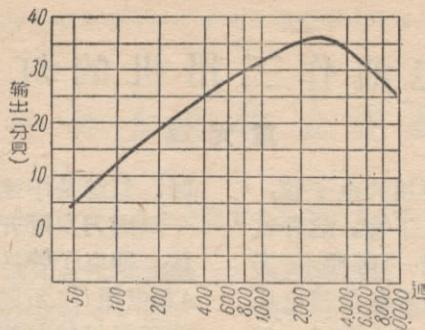
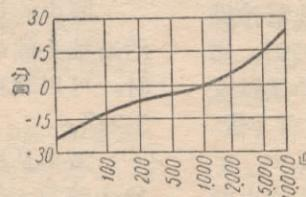
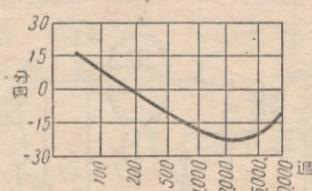

图5 未校正的录音、放音系统频率特性曲线
图6 录音放大器的频率特性曲线
图7 放音放大器的频率特性曲线
在录音放大器和放音放大器上加校正线路来补偿各种频率的不同损失。普通磁性录音机未用校正线路前的录音及放音频率特性曲线如图5。图中50—3000週的曲线所以上升，是由于放音头感应电动势值与频率成正比，但又由于各种高频损失的原因，3000週后又急剧下降。现在要求录音放大器在高频一端上升(图6)，放音放大器再在较低和较高频率部分加以校正(图7)。
(3) 1956年12期20页图4(乙)中：30Z6C下的斜箭头应取消；又八脚管一项下应补入整流管型式25Z6GT。20页图4(甲)中整流管型式35Z5GT，35W4与35Y4间应连以表示“同工种”的细线箭头；又35Z6C、25Z6GT与25Z5间的性质也相同。21页图6中低频功率放大一项下[1H1II]应改为[2H1II]。同页右栏本文倒数第3行中：[……“成套”电子管的收音机中，……]应改为[……“成套”电子管的交直流收音机中，……]。